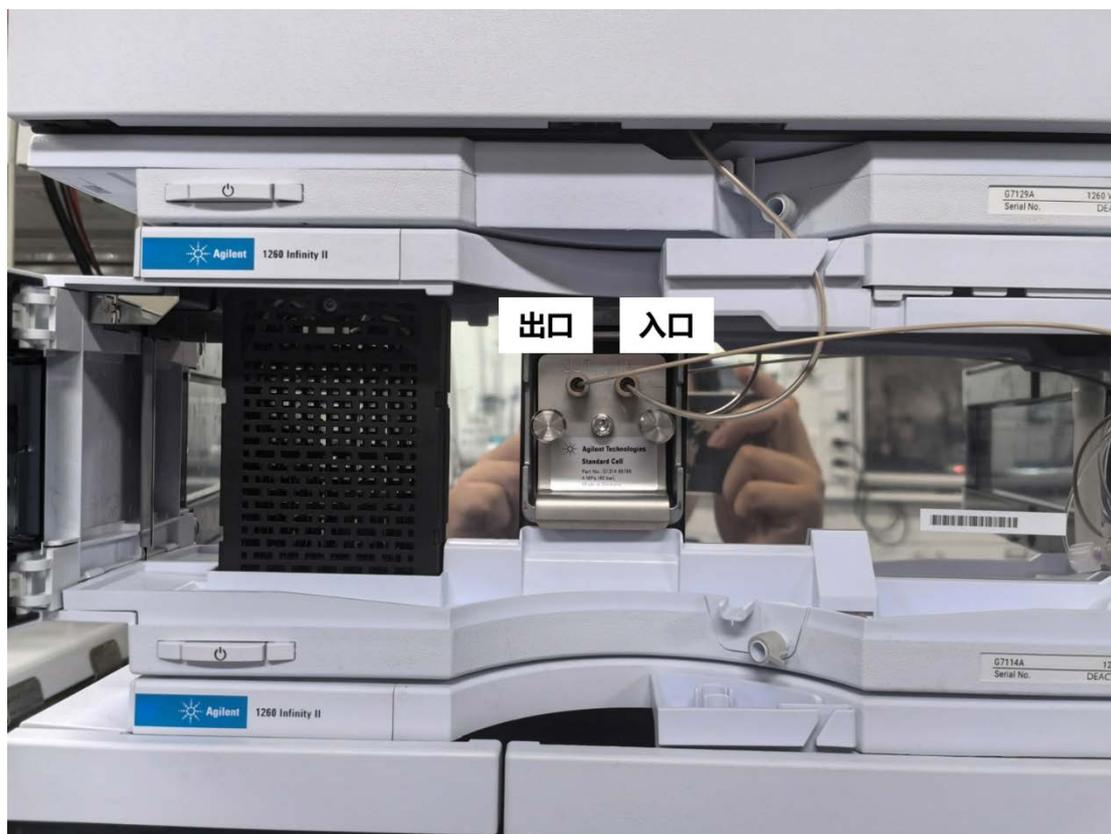

图 6 紫外检测器模块实物图
6. 紫外检测器模块(如图 6)与蒸发光检测器模块：如果需要两个模块联用，将紫外检测器模块的出液口接至蒸发光检测器的入口。操作时请联系管理员。